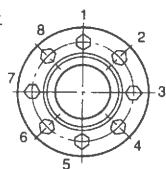

図2 ボルトの締付け順序例
3)所定の位置まで挿入した後、被動軸と減速機出力軸との相対位置(円周上、軸線上)を決めます。この位置決めに際しては、トルクレンチを用いほぼ対角線上の締付けボルト(図2での例 ボルト①→ボルト⑤)を軽く締めてください。
注)締付けに際し、基点とした締付けボルトから時計方向に順次締付けますが、一度に締付けるボルト頭の角度は約30°迄としてください。(図2での例では、基点とするボルト①から②→③→④→⑤→⑥→⑦→⑧→①の作業を繰返す)